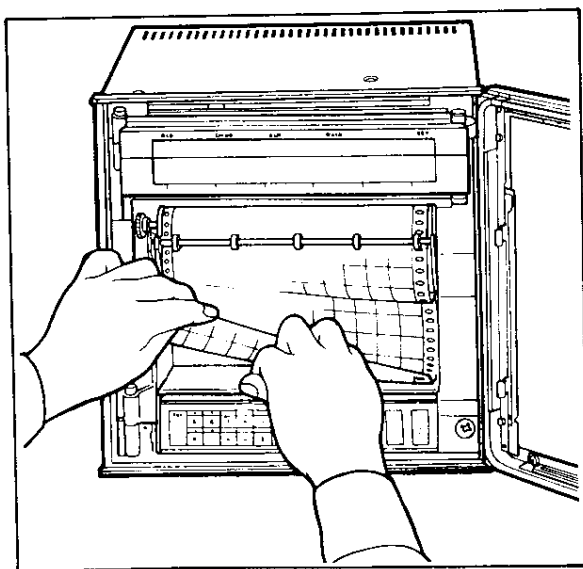

図 5.13
- (6) 電池を3本とも交換したら、ディスプレイの“BAT”のアラーム表示が消えることを確認してください。
- (7) 電池ホルダ収納部のフタを元にもどします（図 5.13）。